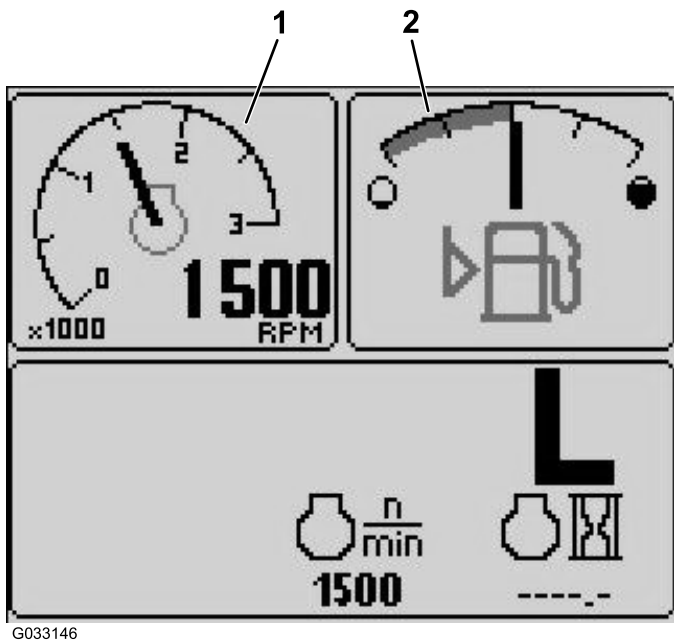

Figura 16
- Tachimetro – schermata superiore sinistra Figura 16
- Spia del livello del carburante – schermata superiore destra (Figura 16)
Questa visualizzazione indica il livello di carburante nel serbatoio (Figura 16).
Questa visualizzazione indica la velocità operativa del motore in giri/min (Figura 16).